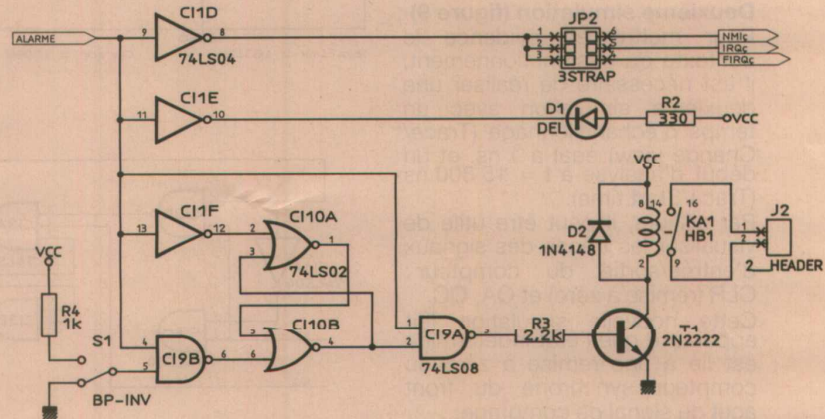

Figure 6
– Une feuille pour la fonction FS43 “Interfaçage”. (figure 6).